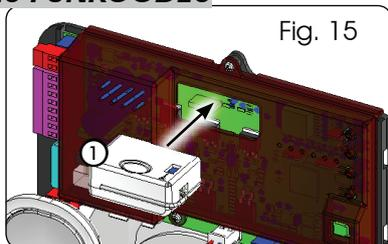

Fig. 15
Das elektronische Gerät ist mit einem integrierten Decodiersystem (DS, SLH, LC/RC) mit zwei Kanälen ausgestattet, dem so genannten OMNIDEC. Mit diesem System können mittels eines zusätzlichen Empfängermoduls und Funksteuerungen derselben Frequenz (Abb. 15 Bez. ①) sowohl die vollständige (OPEN A) als auch die Teilöffnung (OPEN B) der Automation gespeichert werden.